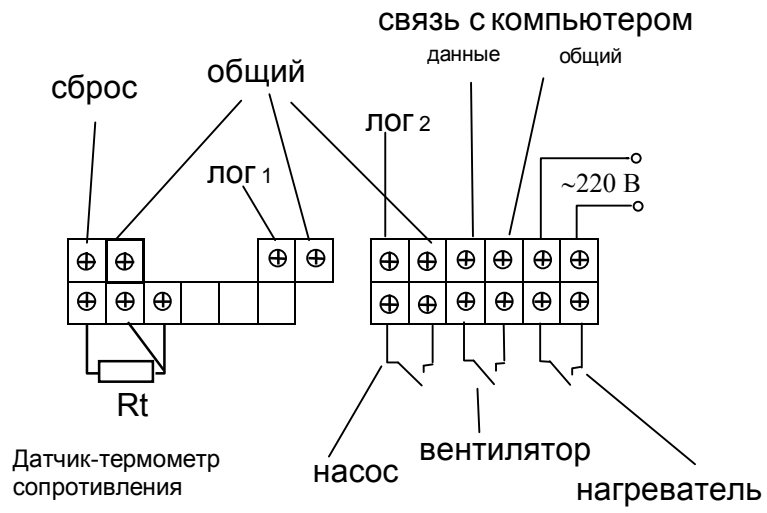

Рис. 2 Схема подключения с клеммными колодками
6.2 Электрические соединения с сетью, датчиками температуры осуществляется через клеммные колодки, расположенные на задней панели прибора (см рис. 2).